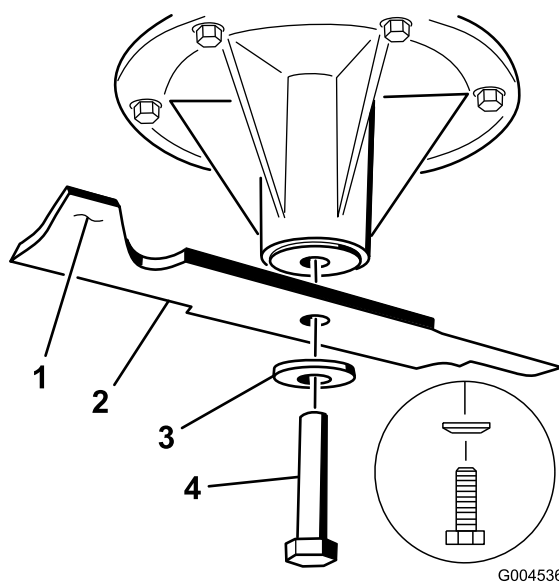

Figure 89
1. Placez la lame sur l'axe (Figure 89).
2. Installez la rondelle élastique et le boulon de la lame. Le côté bombé de la rondelle élastique doit être dirigé vers la tête du boulon (Figure 89). Serrez le boulon à un couple de 115 à 150 Nm (85 à 110 pi-lb).